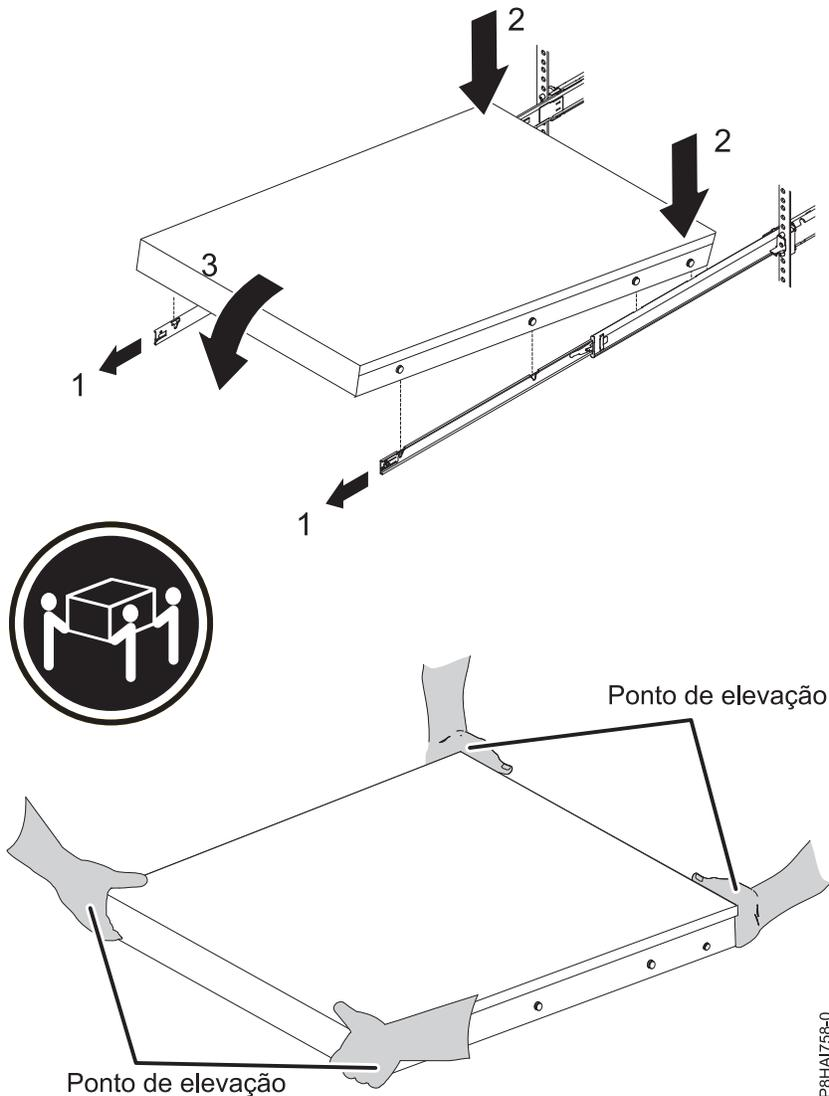

Figura 57. Calhas deslizantes expandidas, cabeças dos parafusos alinhadas com as ranhuras na calha deslizante e pontos de elevação
**Nota:** Utilize as práticas de segurança ao levantar. Se estiver a instalar um servidor 1 U, certifique-se de que tem duas pessoas quando levanta o servidor. As mãos devem estar posicionadas tal como é demonstrado em Figura 57.
7. Levante as alavancas de bloqueio (1) nas calhas deslizantes e empurre o servidor (2) no bastidor até que se encaixe.